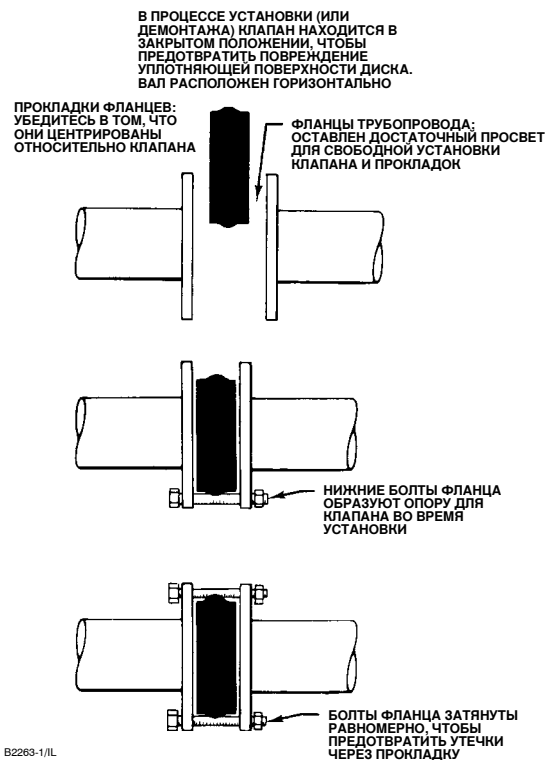

Рис. 4. Порядок установки
Установите клапан, ориентируя сторону отсечки высокого давления таким образом, чтобы направление, обозначенное на нем стрелкой, соответствовало направлению потока. Дополнительная информация показана на рис. 4.
• **Для бесфланцевых клапанов:** Сначала установите нижние болты, чтобы создать опору для клапана (см. рис. 4). Параметры болтов приведены в таблице 5.